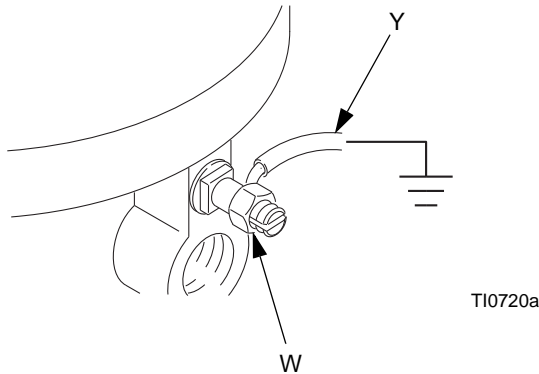

FIG. 1. Cable de conexión a tierra
Bomba: use un cable y una abrazadera de puesta a tierra (Y). Vea la FIG. 1. Afloje la contratuerca de la orejeta de puesta a tierra (W) y la arandela. Introduzca un extremo del cable de puesta a tierra en la ranura de la orejeta y apriete firmemente la contratuerca. Conecte la abrazadera de conexión a tierra a una tierra verdadera. Pida la pieza Nro. 237569, cable y abrazadera de conexión a tierra.